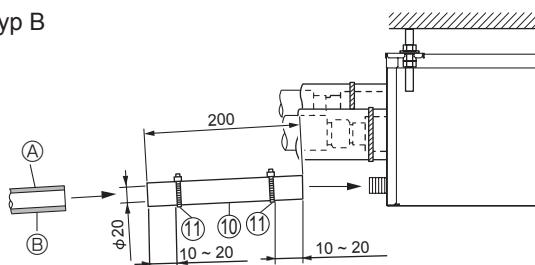

Fig. 8-1
- (1) Applicera självhäftande PVC (införskaffas lokalt) på dräneringsanslutningen på avgreningsdosan och pressa på den vidhängande dräneringsslangen ⑪ på anslutningen så långt det går. (Fig. 8-1)
- (2) För in ett hårt PVC-rör (VP-16, införskaffas lokalt) i den anslutna dräneringsslangen ⑪, klistica ihop och fixera. (Fig. 8-1)
- ② VP-16 införskaffat lokalt
- ③ Värmeisolering
- (3) Fäst ett band ⑫ på den anslutna dräneringsslangen ⑪. (Fig. 8-1)